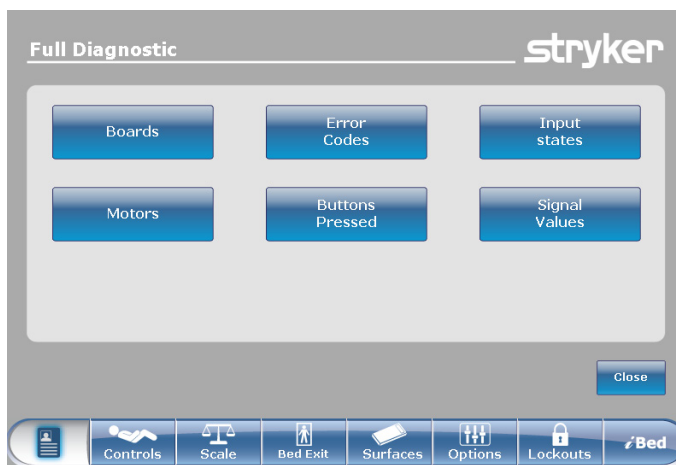

Figura 26: Ecrã Full Diagnostic (Diagnóstico completo)
- A partir do ecrã Configuration (Configuração), prima o botão Full Diagnostic (Diagnóstico completo). É apresentada a Figura 26.